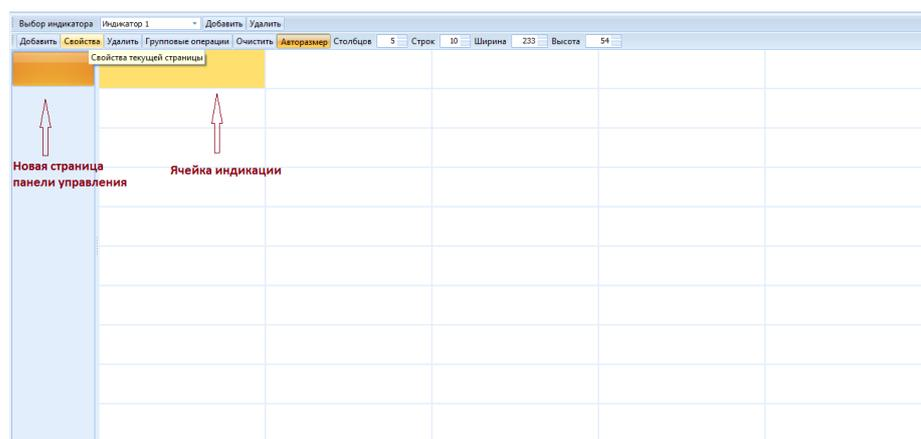
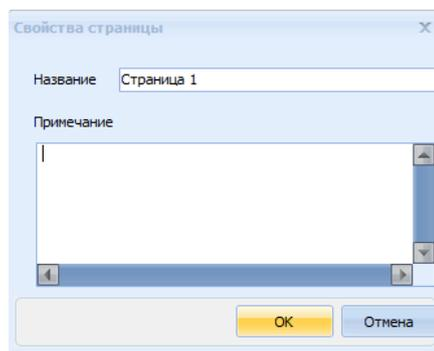

Рис. 4 Новая страница индикатора
Рис. 5 Окно Свойства страницы индикатора
3. Чтобы задать имя добавленной странице виртуальной панели необходимо нажать кнопку **Свойства** панели инструментов (Рис. 4) и в появившемся окне указать название страницы, а также примечание (если это необходимо) и нажать **Ок**. (Рис. 5):